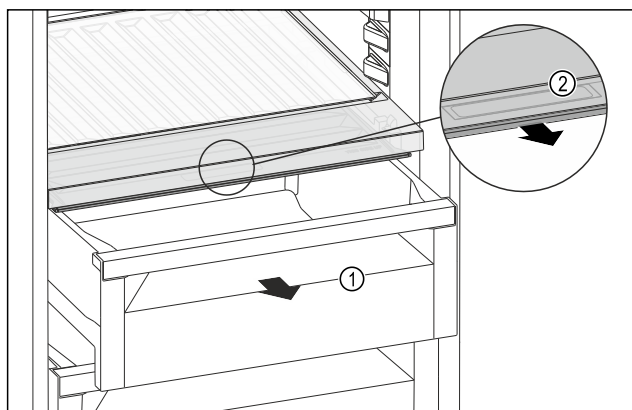

Fig. 183
- Izvucite ladicu Fig. 183 (1).
- Primite ručku Fig. 183 (2) na poklopcu pretinca i istodobno povucite poklopac pretinca prema naprijed.